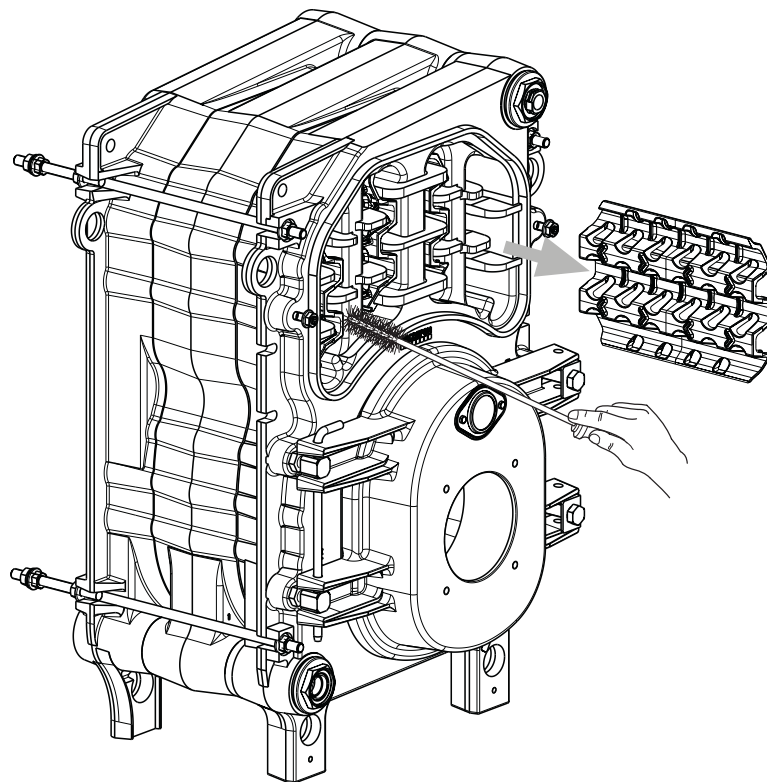

Abb. 11
3.3.1 Rookgaszijde van de ketel (Abb. 11)